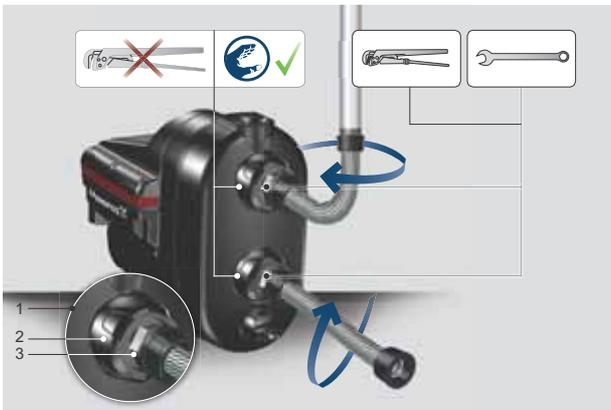

Fig. 3 Como instalar as ligações
1. Rode manualmente as anilhas de união para soltar os orifícios de aspiração e descarga. Consulta a fig. 3.